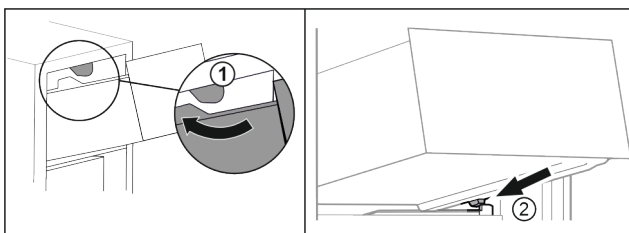

Fig. 83
- ▶ Lade om de bovenste stoppers leiden. *Fig. 83 (1)*
- ▶ Lade schuin achter de onderste stoppers op containerrib plaatsen. *Fig. 83 (2)*